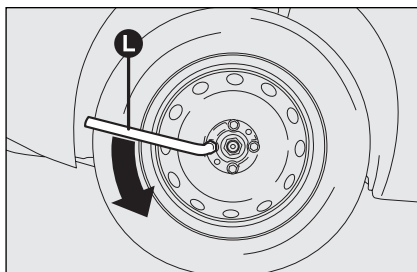

fig. 6
- ☐ afrouxe de cerca uma rotação os parafusos de fixação, utilizando a chave fornecida pela fábrica **L-fig. 6**; para os veículos equipados de jantes em liga, balançar o veículo para facilitar a soltura da jante do cubo da roda;